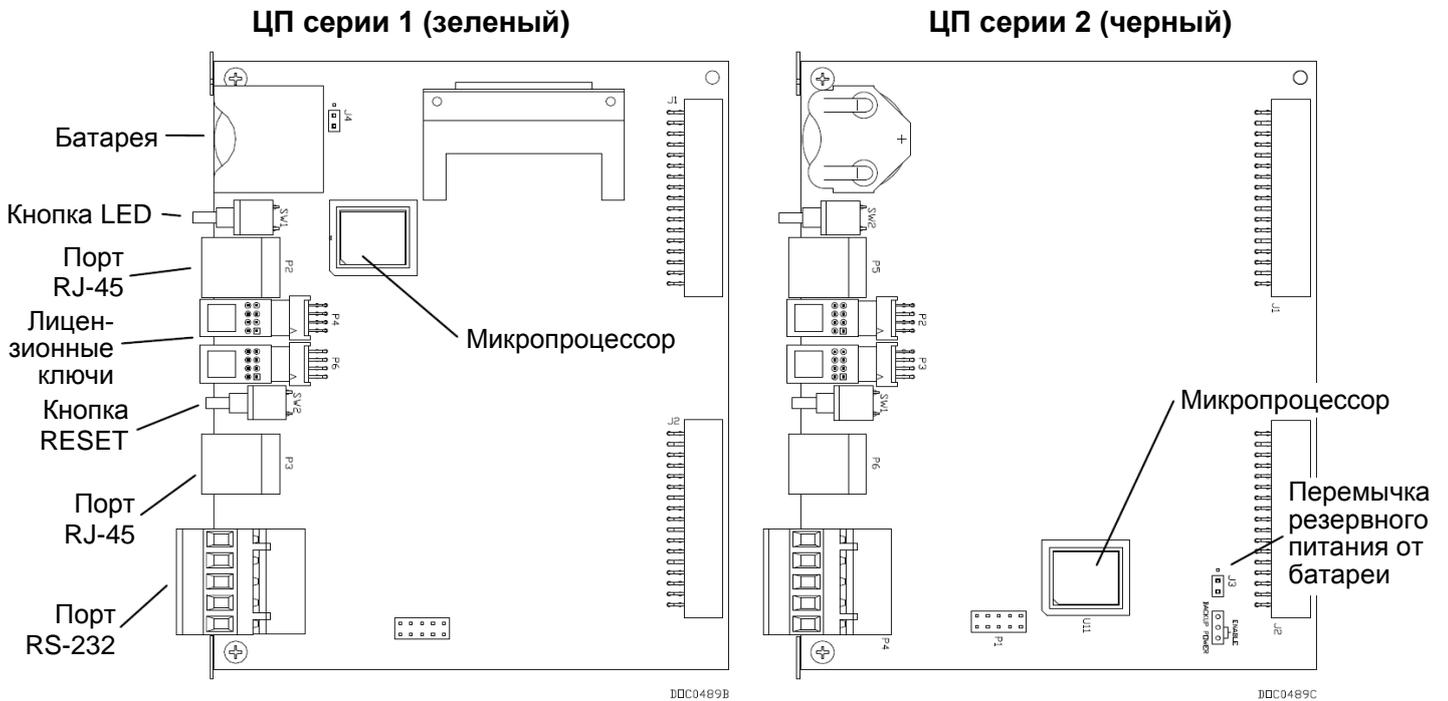

Рис. 2-8. Разъемы ЦП (модули ЦП серии 1 и серии 2)
**Примечание:** Функцию резервного питания модуля ЦП серии 2 можно отключить, установив перемычку J3 (на модуле ЦП) на два верхних контакта (см. *рис. 2-8*).
5. Установите лицензионный ключ в соответствующий слот центрального процессора (см. рис. 2-8).
5. Извлеките лицензионный ключ из соответствующего слота (P2 или P3) центрального процессора (см. рис. 2-8).